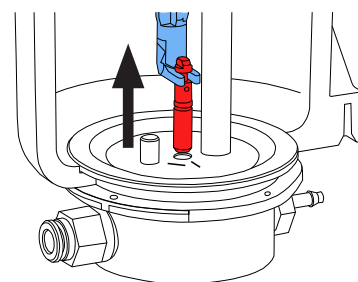

図 13
- ⇒ 流入ノズルを工具でしっかりと保持して、上に引っ張って下さい (図 13)。